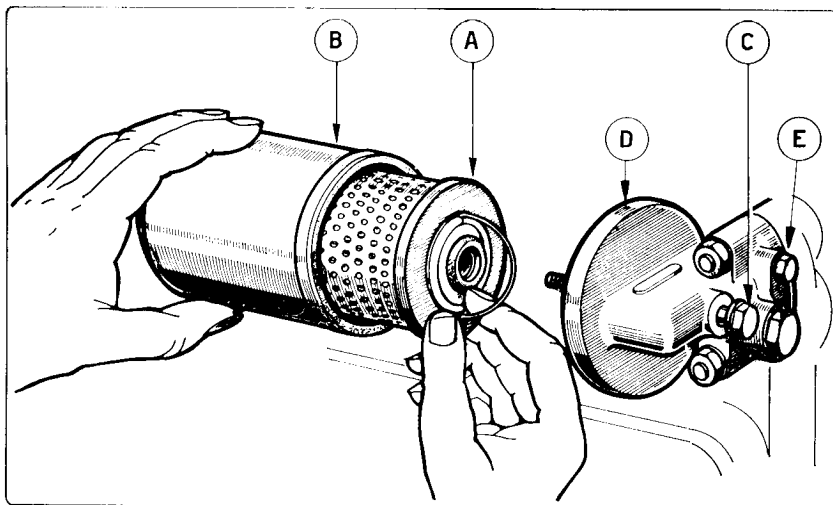

Fig. 6
- 5) Nei casi in cui vi è il filtro olio esterno (Fig. 6) è consigliabile cambiare la cartuccia ogni due cambi di olio.